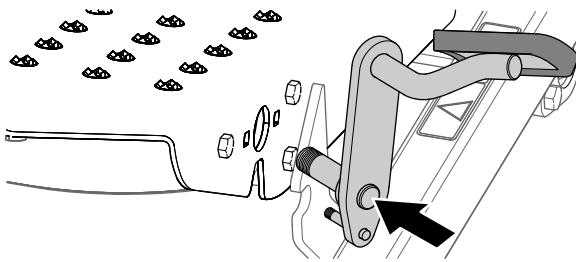

Figure 11
- Placez la pédale de verrouillage du repose-pied gauche en face des trous du support (Figure 11).